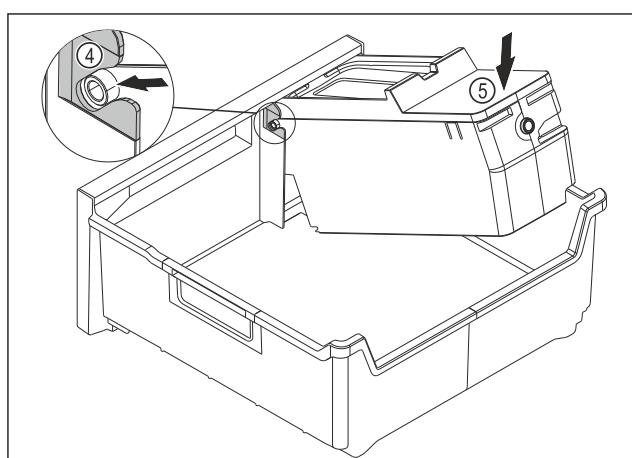

Fig. 145
- Monter le corps de l'EasyTwist-Ice : Insérer les axes du corps de l'EasyTwist-Ice dans les guides Fig. 145 (4).
► Appuyer l'arrière du corps de l'EasyTwist-Ice Fig. 145 (5) vers le bas.